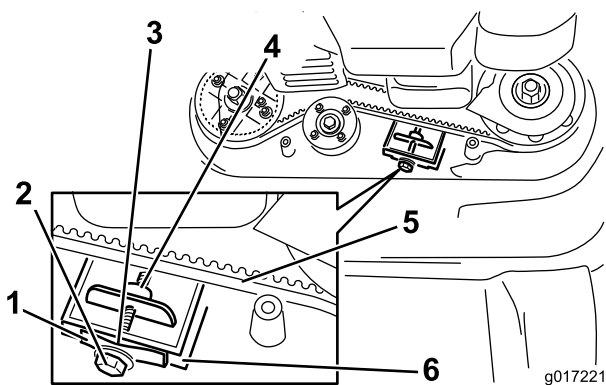

Figuur 36
1. Verwijder het deksel van het mesaandrijfsysteem (Figuur 36).